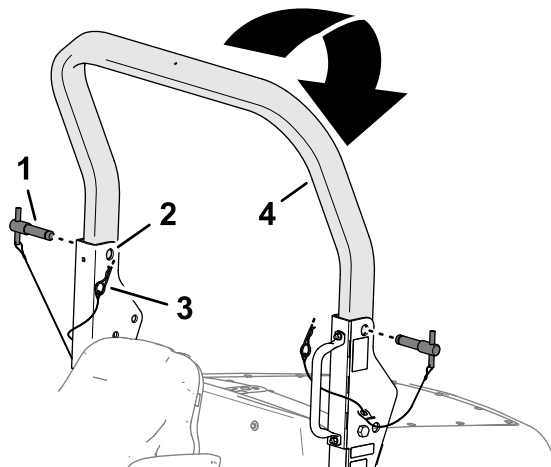

Figura 29
2. Retire las chavetas de los pasadores de la barra antivuelco en los soportes de giro del bastidor de la barra antivuelco inferior (Figura 29).
3. Mientras sostiene el peso de la barra antivuelco superior, retire los pasadores de la barra antivuelco de los soportes de giro (Figura 29).